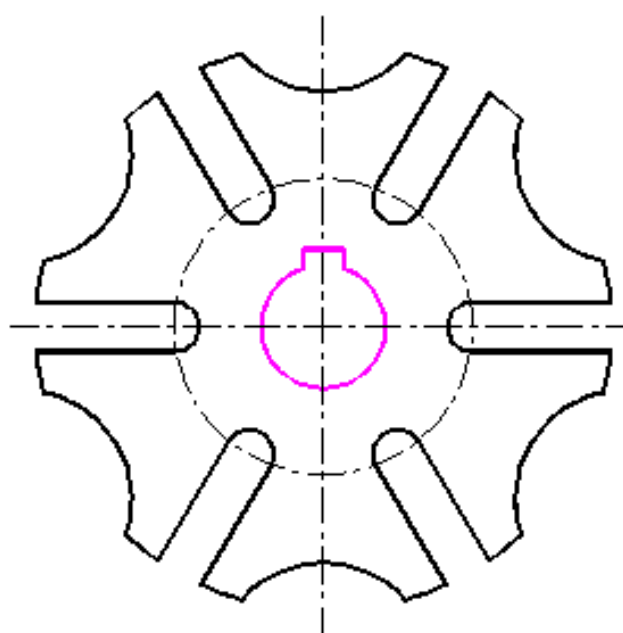

图 2-33 绘制键槽
- 6) 绘制键槽, 如图 2-33 所示。可用“直线” “矩形” “偏移” 命令, 再进行修剪。